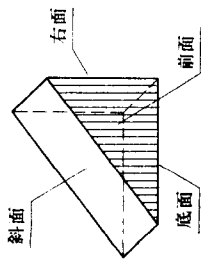
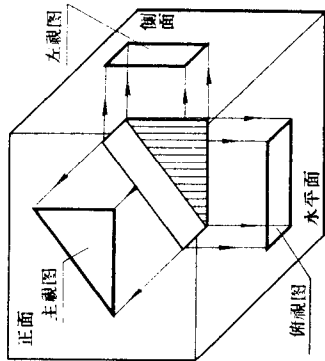

图 1-14 三角块立体图
图 1-15 三角块的三视图
怎样用正投影的方法得到视图呢？让我们用一个“三角块”①来说明。图 1-14 是一个三角块的立体图。它的前后两面互相平行，右面和底面互相垂直，为了便于得到真实的投影，把它放在三投影面内投影时，如图 1-15，让前后两面平行于正面，底面平行于水平面，右面平行于侧面；斜面就和正面垂直了。然后从前方、上方和左方分别向正面、水平面和侧面作正投影，就可得到三角块的三个视图②：